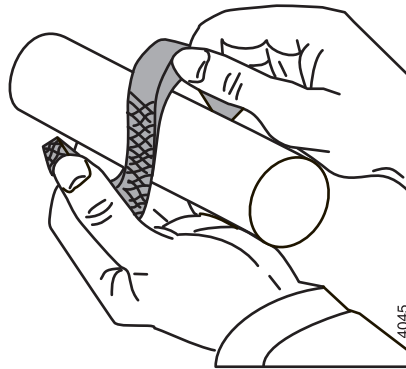

Abbildung 12: Aufbiegen Packungsringe.
- 5 Der erste Packungsring wird aufgebogen, wie in Abbildung 12 gezeigt ist, und um die Welle angebracht. Der Ring wird mit einem passenden Stück eines halbierten Rohrs kräftig angedrückt.
- 1 Die 5 Dichtungsringe werden angebracht. Die Dichtungen werden abwechselnd um die Öffnungen gelegt. Die Dichtungsringe dürfen nur axial aufgebogen werden, siehe Abbildung 12.